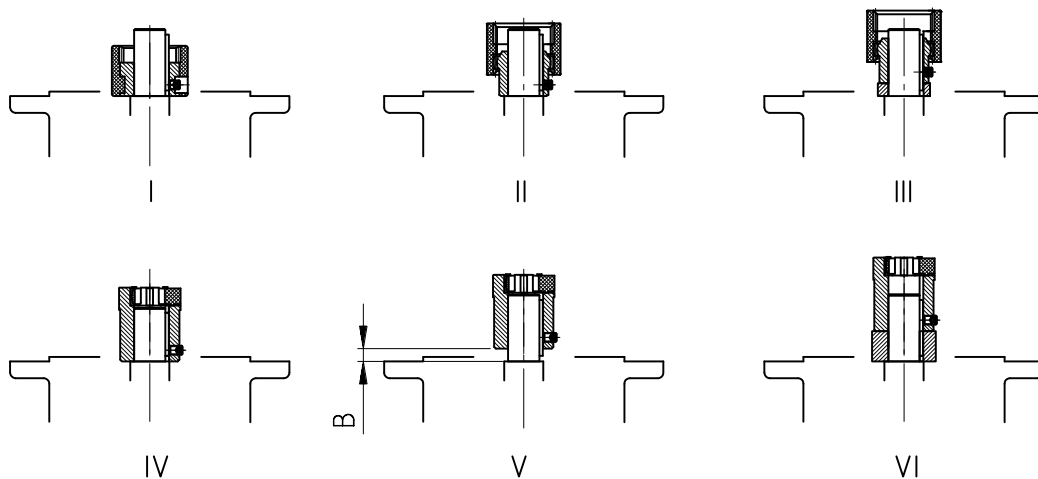

Bild 3-14: Montage der Kupplung auf die Motorwelle bei verschiedenen Kupplungsbauarten
he Bild 3-14). Bei einigen **NEMA-Adaptern** ist die Position der Kupplung gemäß der Angabe auf dem angebrachten Klebeschild einzustellen.
6. Den Motor an Adapter montieren, hierbei den beiliegenden Zahnkranz bzw. die beiliegende Zahnhülse nicht vergessen. (siehe Bild 3-14)